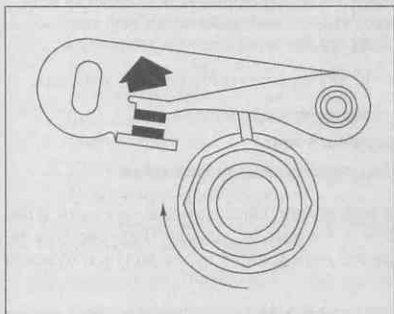

Рис. 12.35. При прохождении утолщения кулачка валика распределителя подушечка кулачка прерывателя нажимает на контакты, тем самым разрывая их
1. Для получения этого положения кулачка прокрутите двигатель стартером до тех пор, пока не получится необходимое положение (рис. 12.35 и 12.36)³.